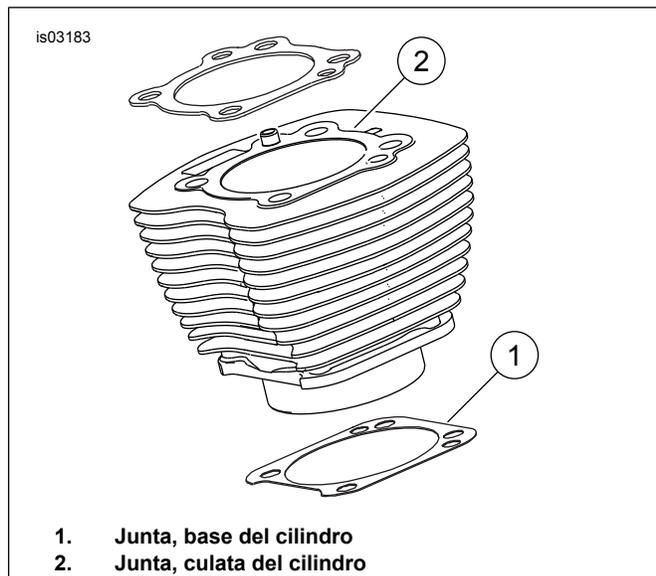

Figura 1. Juntas de los cilindros
Vea la Figura 1. La junta de la base (1) del cilindro de 103,12 mm (4,060 pulg.) y la junta de la culata del cilindro (2) eliminan la necesidad de o-rings. No utilice o-rings en los pasadores de localización del cilindro ni en las lumbreras del cilindro.